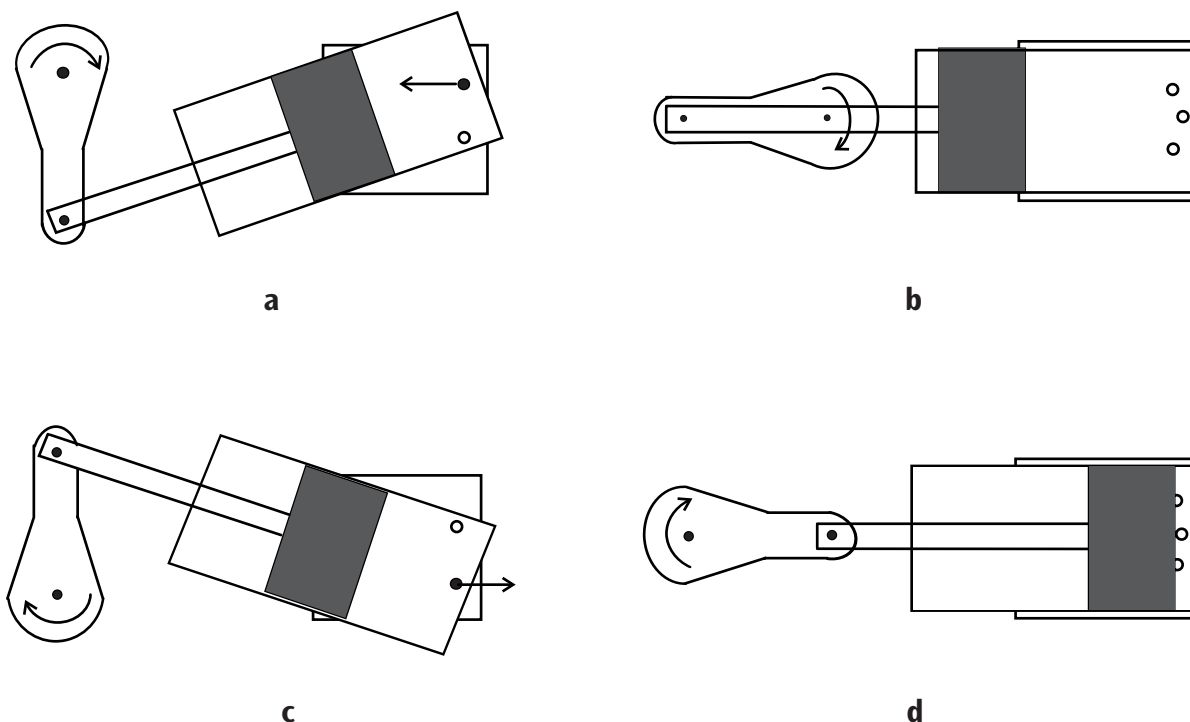

Fig.1 : Cycle de travail de la machine à vapeur oscillante
Dans la chaudière, l'eau est réchauffée et de la vapeur se forme. La vapeur traverse le tuyau d'alimentation ⑫ dans le support pour accéder à l'orifice d'entrée de vapeur. Dès que l'ouverture du cylindre rencontre l'alimentation de vapeur fraîche, de la vapeur pénètre dans le cylindre et repousse le piston (Fig. 1 a). Lorsque le piston atteint sa position inférieure finale, les canaux de vapeur se referment. La roue volante permet de surmonter ce
point mort (Fig. 1 b). Au cours de la phase suivante, le piston revient en arrière, ouvre l'orifice de sortie de vapeur et refoule la vapeur (Fig. 1 c). La vapeur est évacuée à travers le tuyau ② et le tube ⑩. L'eau de condensation est évacuée dans le gobelet ⑨ à travers le tuyau ①. Le piston atteint le point mort supérieur, les deux canaux de vapeur sont de nouveau fermés. La roue volante ayant surmonté le point mort supérieur, de la vapeur est de nouveau introduite et le processus recommence (Fig. 1 d).